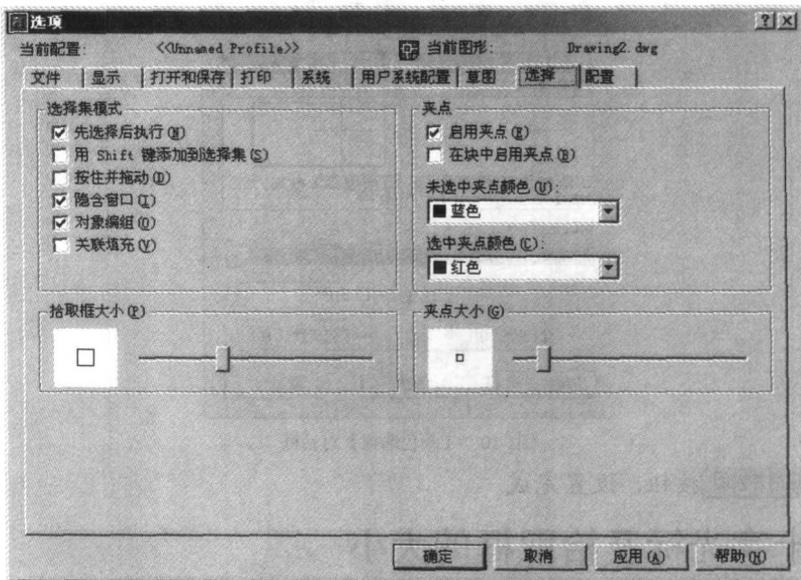

图1-13 【选择】选项卡
3. 单击【选择】选项，进入【选择】选项卡，如图 1-13 所示。